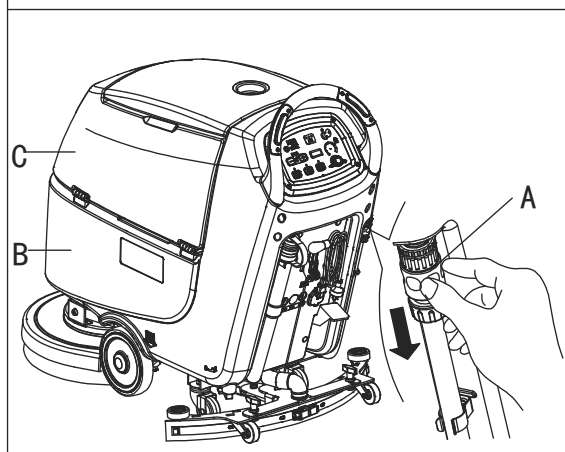

Рисунок 15
7. Слейте бак раствора при помощи шланга (А, Рис. 15).
2. Слейте баки (В и С, Рис. 15), как показано в предыдущем параграфе.